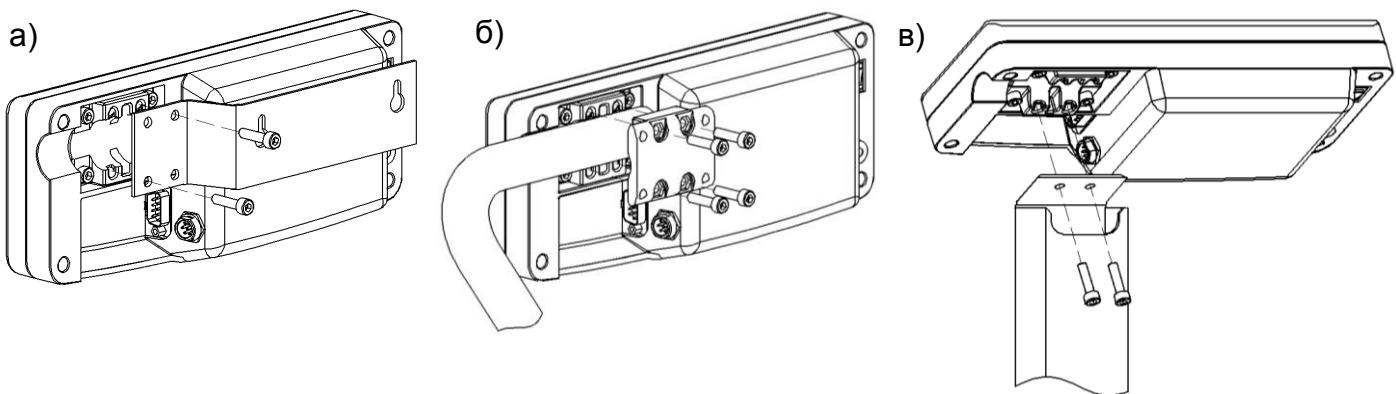

Рис. 5.4 - Варианты крепления устройства индикации:
Варианты крепления устройства индикации приведены на Рис. 5.4.
- Подсоединить двумя винтами M5×20 кронштейн к устройству индикации (Рис. 5.4а).
- Закрепить устройство индикации на стойке кронштейном, затянув четыре винта M5×30 с небольшим усилием (Рис. 5.4б).
- Закрепить двумя винтами M5×20 устройство индикации на стойке (Рис. 5.4). Излишек кабеля заправить в стойку.